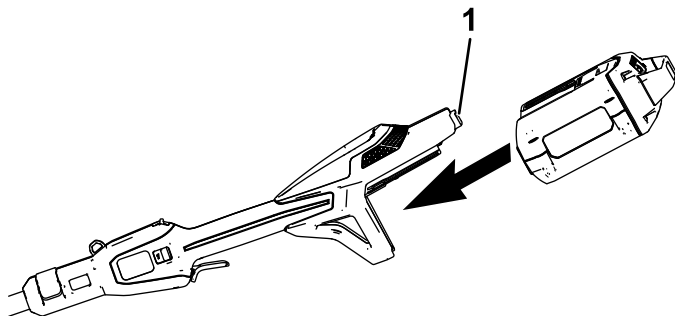

Figure 8
2. Alignez le creux de la batterie sur la languette de la tête motrice (Figure 8).
3. Poussez la batterie dans la tête motrice jusqu'à ce qu'elle s'enclenche dans le verrou (Figure 8).